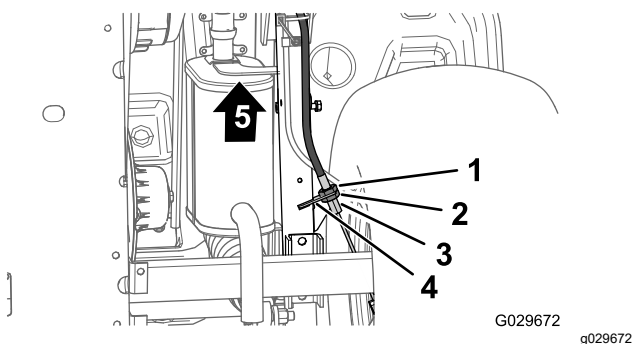

Figure 66
3. Au bas de la machine, desserrez de 4 tours l'écrou de blocage arrière du régleur fileté sur le câble de frein de stationnement (Figure 66).
4. Serrez l'écrou de blocage avant (Figure 66).
- A. Desserrez d'un tour l'écrou de blocage avant (Figure 66) du régleur fileté du câble de frein de stationnement.
- B. Serrez l'écrou de blocage arrière (Figure 66).
- A. Desserrez d'un tour l'écrou de blocage arrière (Figure 66) du régleur fileté du câble de frein de stationnement.
- B. Serrez l'écrou de blocage avant (Figure 66).